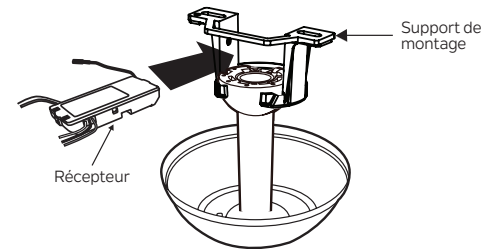

Fig. 13
**Étape 1.** Insérez le récepteur dans le support de montage du plafond avec le côté plat du récepteur face au plafond. (Fig. 13) Pour de meilleures performances, assurez-vous que l'Antenna noire, à l'extrémité du récepteur, reste prolongée et ne s'emmêle pas avec l'un des fils électriques.